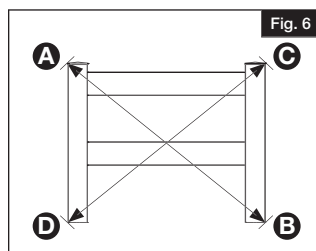

Fig. 6
Mida en diagonal desde la esquina superior izquierda del travesaño (A) hasta la esquina inferior derecha del travesaño (B) y anote la longitud. A continuación, mida en diagonal desde la esquina superior derecha del travesaño (C) hasta la esquina inferior izquierda del travesaño (D). Anote la longitud: Compruebe que las mediciones sean iguales antes de instalar los tornillos en los soportes verticales (Fig. 6).